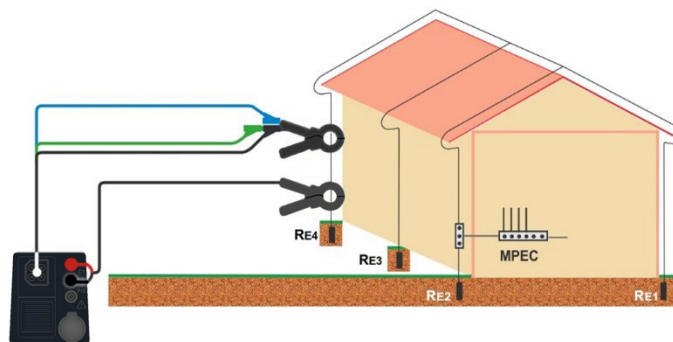

Abbildung 4.51: 2-Zangen Erdungswiderstandsmessung mit BENNING CC 4-1 (044166) und BENNING CC 4-2 (044167)
- › Umschließen Sie die Stromzangen am Prüfobjekt, siehe **Abbildung 4.51**.